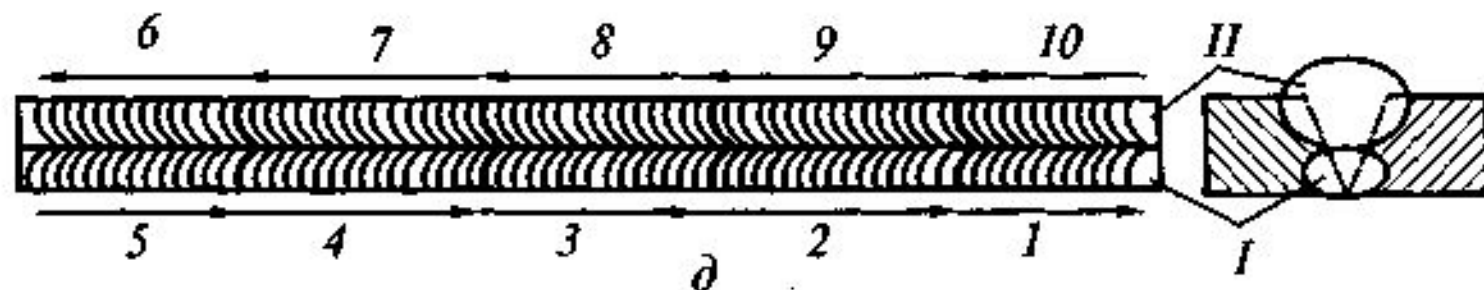

Рис. 10.12. Способы выполнения швов:
- длинные швы — обратноступенчатым способом, при котором сварной шов выполняют следующими один за другим участками в направлении, обратном приращению шва (рис. 10.12).
- Длина ступени (участка) 100...350 мм, при сварке тонкого металла короткие и более длинные — при сварке толстого металла. Обратноступенчатую сварку ведут в общем направлении А от середины к концам. Сварка может выполняться одним или двумя сварщиками (рис. 10.12, г, участки 1, 1а, 2, 2а).